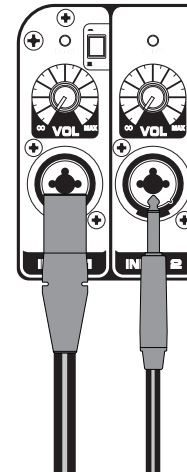

Abbildung 2
4. Schließen Sie entweder ein Line Signal vom Mixer (oder einer anderen Audioquelle) oder ein Mikrofon an die Input 1 Buchse oder ein Line-Level Signal an die Input 2 Buchse an der Rückseite des Auro X12D/ X15D (Abbildung 2). Wenn Sie ein Mikrofon verwenden, stellen Sie den Mic / Line Schalter auf die Position des Mikrofons.